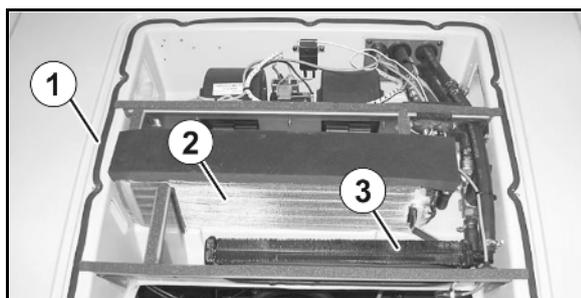

Fig. 194
1. Desenroscar la campana (Fig. 194/1) del techo de la cabina.